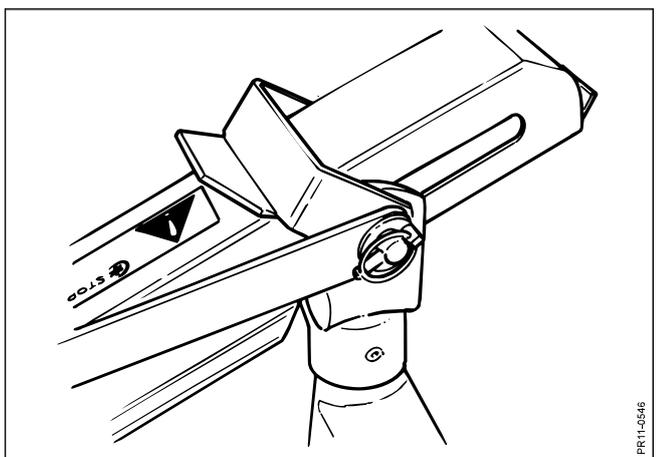

Fig. 2-8
- Fig. 2-8:** La macchina, inoltre, è equipaggiata con un blocco per il parcheggio (giallo) che deve essere inclinato indietro prima di lavorare nel campo.